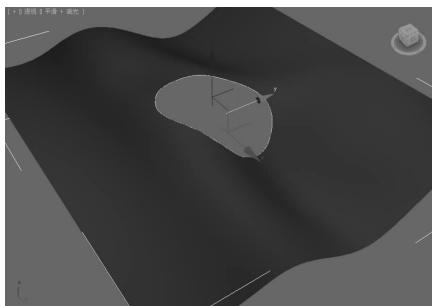

图 5-69 创建法向投影曲线 ▲
- (创建法向投影曲线): 法向投影曲线依赖于曲面, 该曲线基于原始曲线, 从曲面法线的方向投影到曲面并能够用于修剪曲面, 如图 5-69 所示。